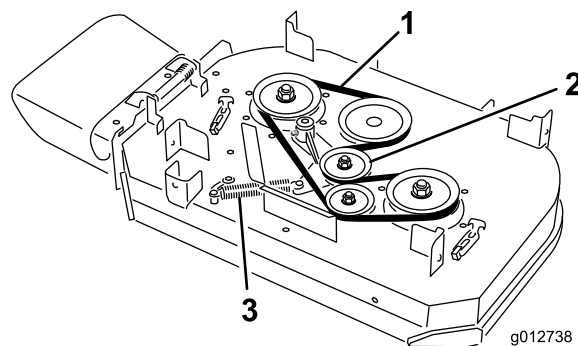

Figure 65
4. Décrochez le ressort du tenon d'ancrage sur le bras de la poulie de tension (Figure 65).
5. Enlevez la courroie usée du plateau de coupe (Figure 65).
6. Montez la courroie neuve sur la poulie d'embrayage, les poulies du plateau de coupe et la poulie de tension (Figure 65).
7. Accrochez le ressort au tenon d'ancrage sur le bras de la poulie de tension (Figure 65).
6. Montez la nouvelle courroie autour des poulies du plateau de coupe et de la poulie de tension (Figure 65).
5. Décrochez le ressort du tenon d'ancrage sur le bras de la poulie de tension (Figure 65).
6. Enlevez la courroie usée du plateau de coupe (Figure 65).
7. Posez la courroie neuve sur les poulies du plateau de coupe, la poulie d'embrayage et la poulie de tension (Figure 65).
8. Posez le ressort sur le tenon d'ancrage (Figure 65).